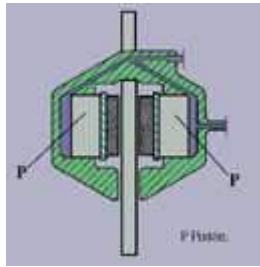

Fig. 8
- De dos pistones (**fig. 8**)
Si la mordaza es fija, cada pastilla es accionada por un émbolo (**fig. 8 y 9**). Si la mordaza es móvil o flotante, generalmente sólo lleva un émbolo que empujará por un lado a la pastilla y por el otro será la mordaza o pinza la que tirará, empujando también a la pastilla contra el disco y consiguiendo la misma acción de frenada (**fig. 10**).